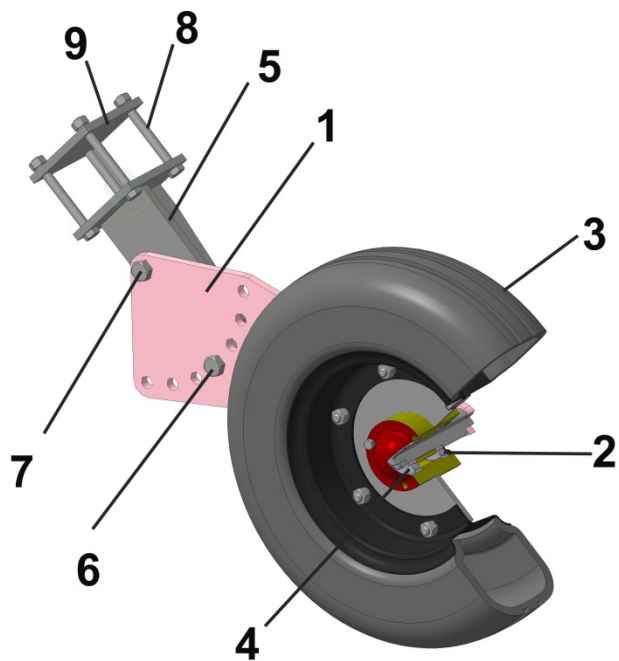

Рисунок 4 – Колесо опорное
3.5 Опорные колеса (рис.4) обеспечивают возможность передвижения машины в процессе работы и копировку рельефа почвы. Для регулировки высоты скашивания ботвы предусмотрен механизм изменения положения колёс.